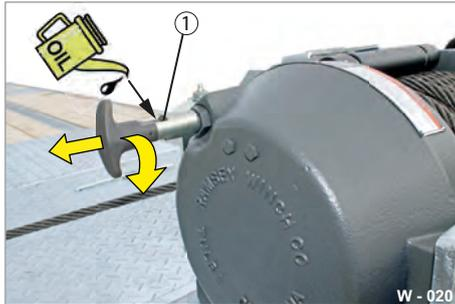

Abb. 24 Beispiel: Seiltrommel entkuppeln
- ▶ Gleichzeitig den Kupplungshebel (Abb. 24/1) ziehen und drehen.